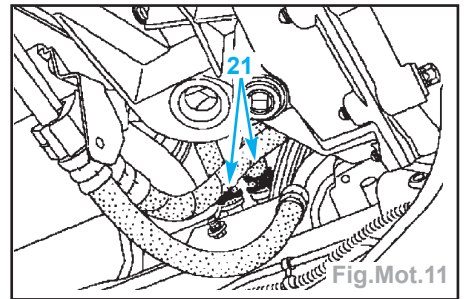

Fig.Mot.11
- Débrancher les durits de l'aérotherme en (21) (Fig.Mot.11).